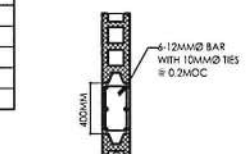
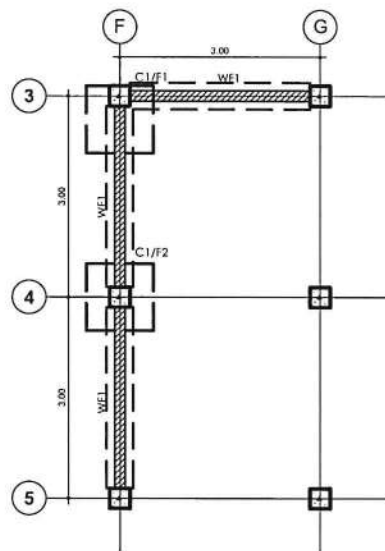

FIG. 9. TYPICAL DETAIL OF POST
FIG. 10. TYPICAL DETAIL OF BEAM BLOCK
- PROVIDE BEAMS BLOCKS AT EVERY 10TH LAYER OF CHB AND A POST AT EVERY 3.0M. SEE FIGURE 9 AND FIGURE 10.